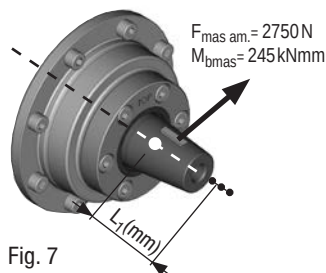

Fig. 7
- Non superare la forza dovuta alla tensione della cinghia nel punto di applicazione della forza (vedi fig. 7)
- Se il punto di applicazione della forza si sposta in avanti (vedi fig. 7, puntini), la forza $F_{\text{mas am.}}$ si riduce in base alla seguente formula: